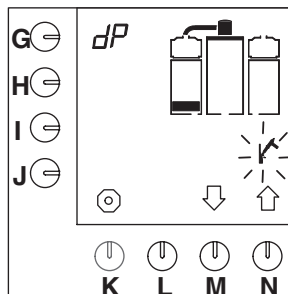

Fig. 20 Eerste niveau ontkalkingsprogramma koffiezetstelsel
- Het eerste niveaublokje verschijnt in het display en het hamersymbool knippert (fig. 20).